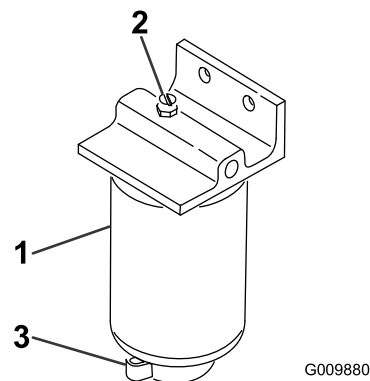

Рисунок 58
2. Открутите сливной кран в днище стакана фильтра (Рисунок 58).
1. Очистите область крепления стакана фильтра (Рисунок 58).